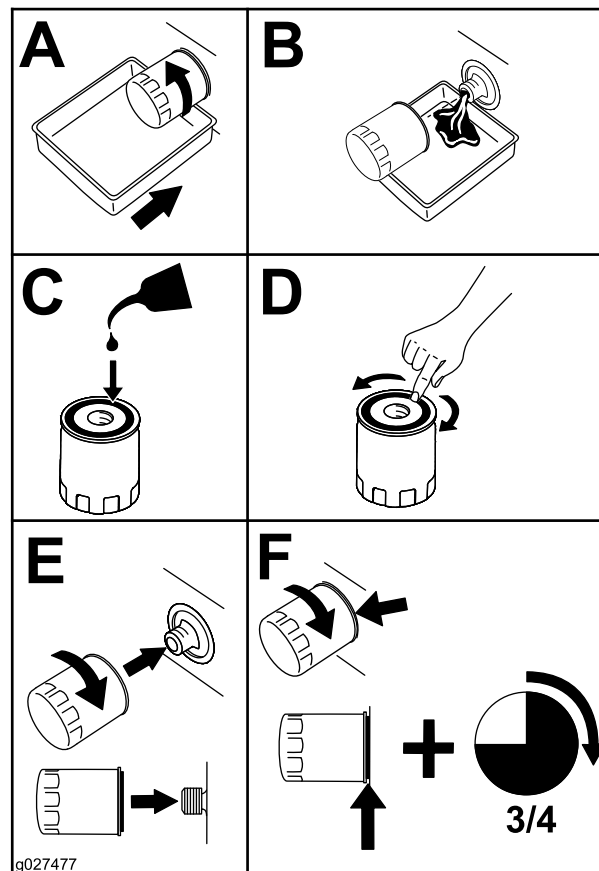

Figura 46
2. Cambiate il filtro dell'olio del motore (Figura 46).